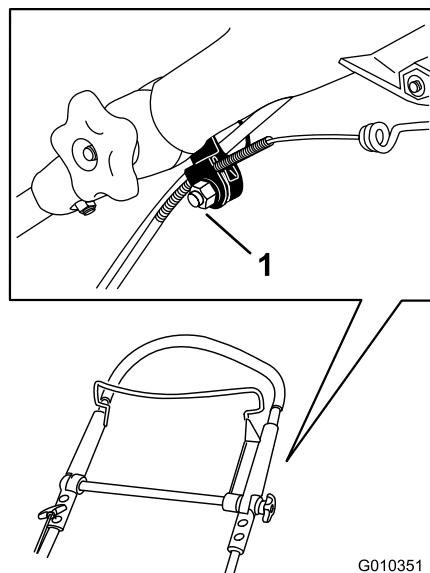

Рисунок 43
1. Ослабьте болт на хомуте тросика (Рисунок 43).